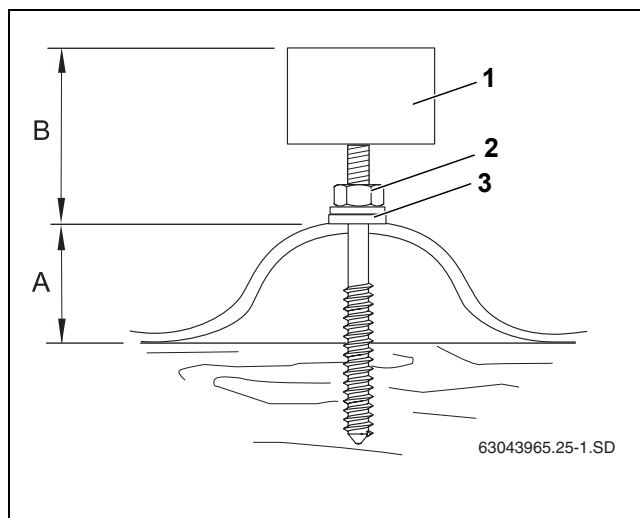

Fig. 23 Montar el tornillo de doble rosca en el tejado de placa ondulada
Al enroscar los tornillos de doble rosca, tenga en cuenta que la distancia B (tab. 7 y Fig. 23) es la misma para todos los tornillos de doble rosca.
► Apriete la tuerca (Fig. 23, [2]) hasta que la arandela de estanqueidad (Fig. 23, [3]) quede apoyada totalmente sobre el tejado.